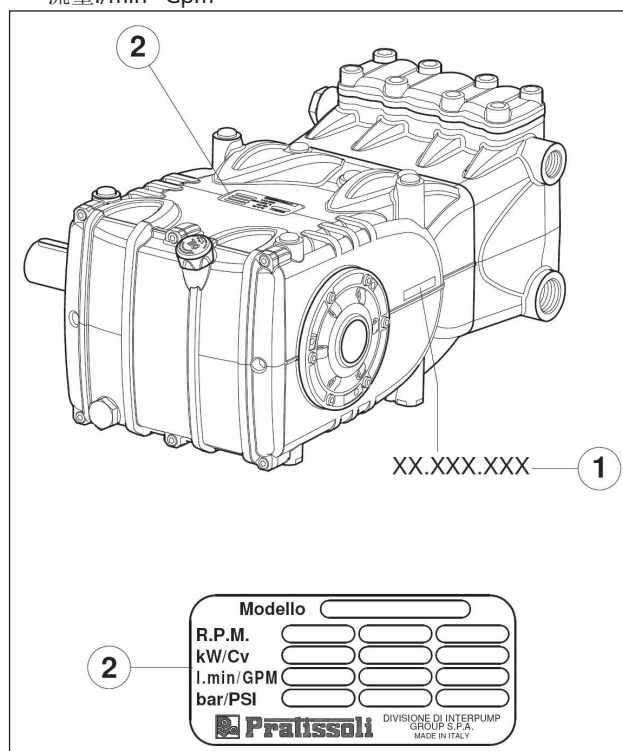

图1
每个泵浦均带有自己的系列号XX.XXX.XXX，请查看位置①以及识别标牌，请查看位置②图1的部位，上面标有：